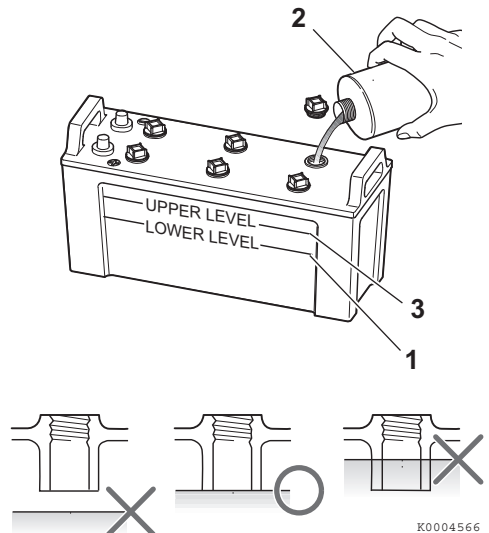

Figure 9
4. Si le niveau est inférieur au niveau minimum de remplissage (**Figure 9, (1)**), remplissez avec de l'eau distillée (**Figure 9, (2)**) (disponible dans les épiceries) jusqu'à la limite supérieure (**Figure 9, (3)**) de la batterie.